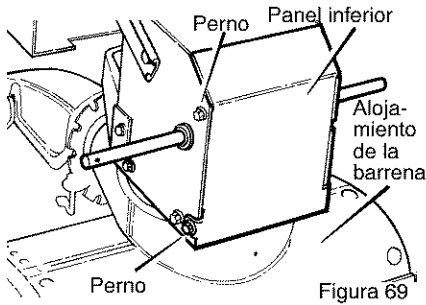

Figura 69
1. Vacíe el tanque de gasolina. Ponga el quitanieves en posición vertical sobre la parte delantera del **alojamiento de la barrena** (consulte la Figura 69).
3. Afloje los **pernos** a cada lado del **panel inferior** (consulte la Figura 69).
5. Instale el **panel inferior** (consulte la Figura 69).
1. Vacíe el tanque de gasolina. Ponga el quitanieves en posición vertical sobre la parte delantera del **alojamiento de la barrena (4)**. (consulte la Figura 69).